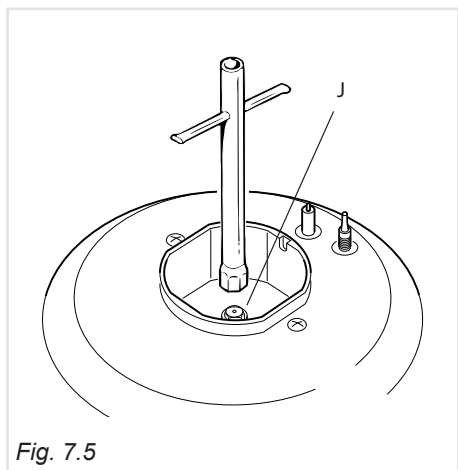

Fig. 7.5
- Con una chiave fissa sostituire gli ugelli "J" (Fig. 7.5) con quelli idonei per il gas da utilizzare.